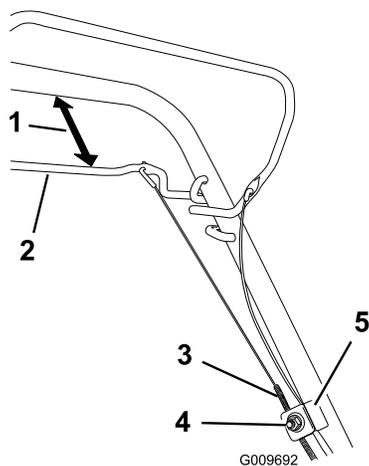

Figure 38
1. Desserrez l'écrou du support de guidage du câble (Figure 38).
2. Maintenez la barre de commande d'autotraction à 25 à 38 mm du guidon (Figure 38).
3. Baissez la gaine du câble (vers la tondeuse) pour éliminer le mou du câble (Figure 38).